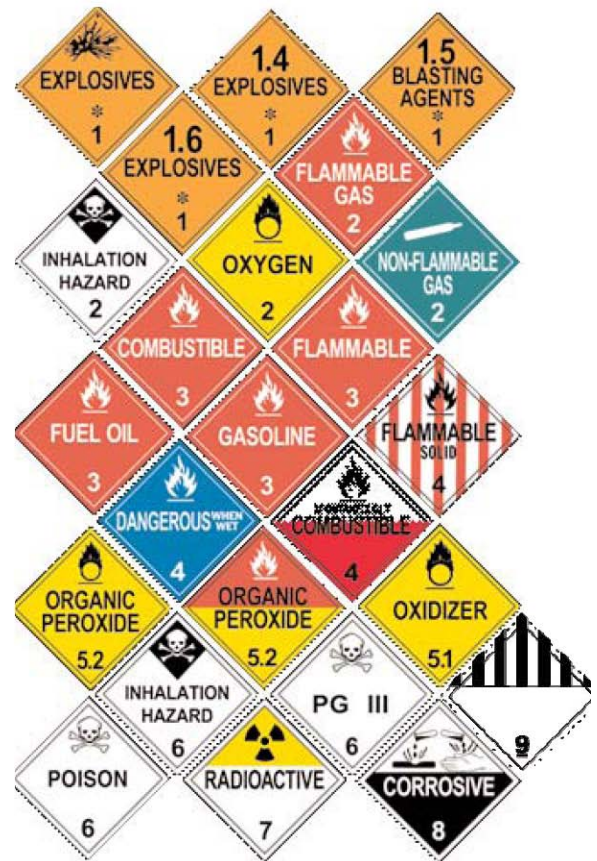

Figura 2.25
**Advertir el riesgo.** El embarcador utiliza un documento de embarque y rótulos en forma de rombo para advertir sobre el peligro a los estibadores y conductores. Las órdenes de embarque, los conocimientos de embarque y los manifiestos son ejemplos de documentos de embarque donde se describen los materiales peligrosos transportados. Los embarcadores colocan rótulos en forma de rombo en la mayoría de los paquetes, para advertir sobre los riesgos. Si el rótulo en forma de rombo no se puede poner sobre el contenedor, los embarcadores deben colocarlo en una etiqueta. Por ejemplo, los cilindros de gas comprimido en los que un rótulo no se conservaría llevan etiquetas o calcomanías. Los rótulos en forma de rombo son semejantes a los que se muestran en la figura 2.25.
No todos los vehículos que transportan materiales peligrosos deben tener rótulos. Las reglas al respecto se encuentran en la sección 9 de este manual. Usted puede manejar un vehículo que transporte materiales peligrosos siempre que no sea obligatorio que el vehículo esté rotulado. Si el vehículo está obligado a llevar rótulos no puede manejarlo, a menos que su licencia de conductor tenga la certificación para materiales peligrosos. *Ver la figura 2.25.*